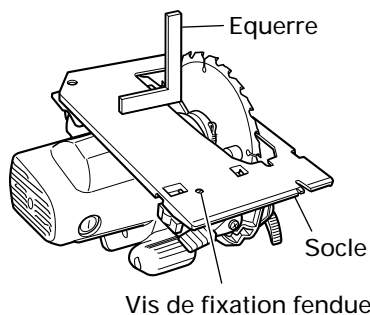

Fig. 21
- (1) Retourner le socle (Fig. 21) et desserrer le levier (A).
- (2) Placer une équerre entre le socle et la lame de scie et déplacer la position du socle en tournant la vis de fixation fendue avec un tournevis à lame plate de façon à obtenir un angle droit.